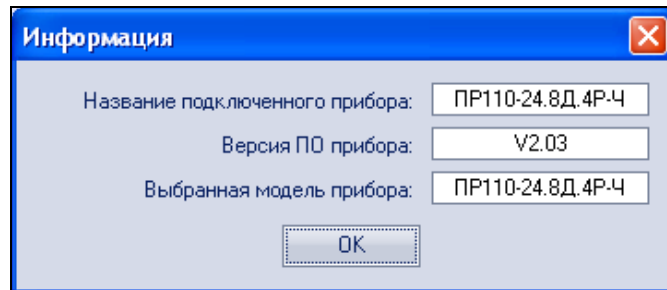

Рисунок 3.13 – Экранная форма с информацией о ПР
10) **информация о подключенном типе ПР и версии программного обеспечения** может быть получена при помощи кнопки на панели инструментов () , рисунок 3.13;